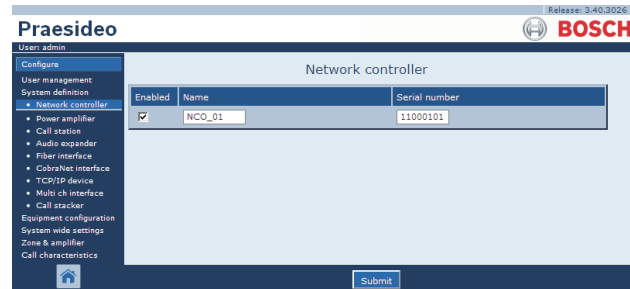

abbildung 43.3: Netzwerkcontroller anmelden, Schritt 1
- 1 Rufen Sie *Configure > System definition > Network controller* auf. Im Mainframe der webbasierten Benutzeroberfläche erscheint ein Bildschirm, der dem in abbildung 43.3 ähnelt.